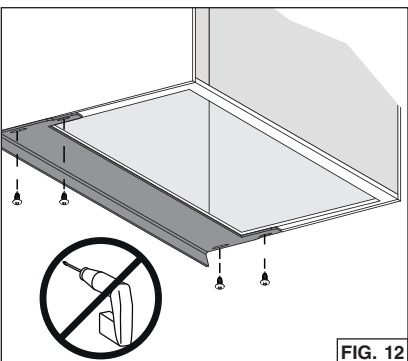

FIG. 12
7. Cintas protectoras, en 3 formatos diferentes, están incluidas con estos aparatos. Están diseñadas para gabinetes de hasta 13 pulg. de profundidad. Se ofrece un otro juego de 4 cintas protectoras para gabinetes de hasta 15 pulg. de profundidad (pedir HADTBN30). Elegir la cinta que puede cubrir el borde trasero del gabinete. Usar 4 tornillos para madera de cabeza redondeada n.º 6 x 1/2 pulg. (incluidos para sujetarla (FIG. 12).